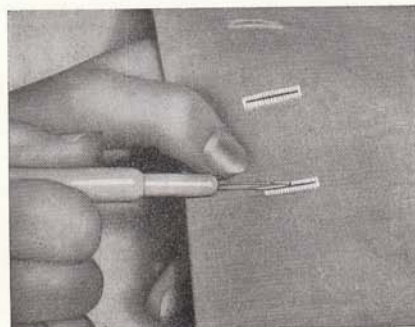

Fig. 27.
10. Skjær knapphullet forsiktig opp (fig. 27) med knapphullskniven (S 15399 på omslaget) som finnes i apparat-esken.